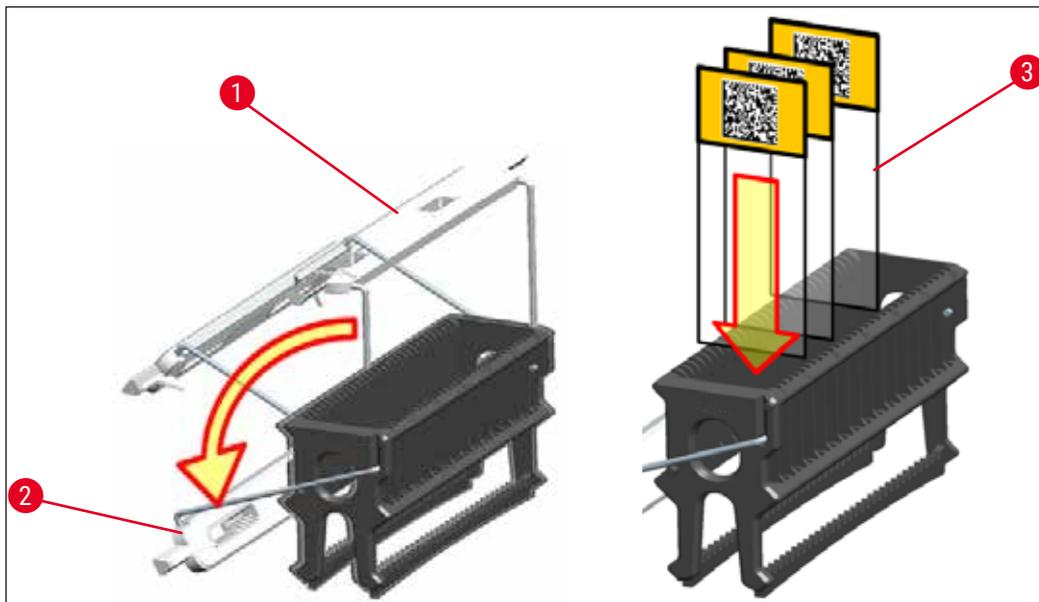

図83
- ラックは Leica のロゴがある側が前面です。ハンドル取り付け後、ハンドルを見ると、「FRONT」の表示が目に入ります (→「図83」)。
1. ラックハンドルを正立位置にします（→「図 83」）。